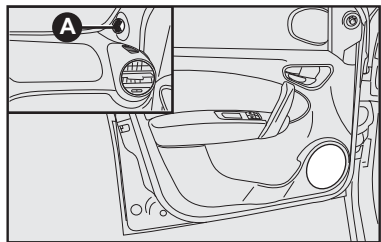
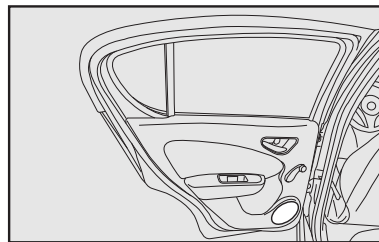

fig. 99
fig. 100
- alto-falantes na porta dianteira e traseira **fig. 99** e **fig. 100**.
- Tweeters (15W) nas colunas das portas dianteiras, detalhe **A-fig. 99**.